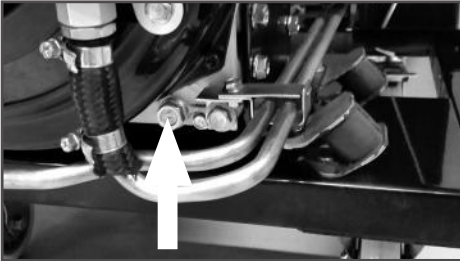

Рис. 14 Пробка для слива масла
- Открутите пробку (Рис. 14) для слива масла и слейте отработанное масло в подготовленную для этого емкость.